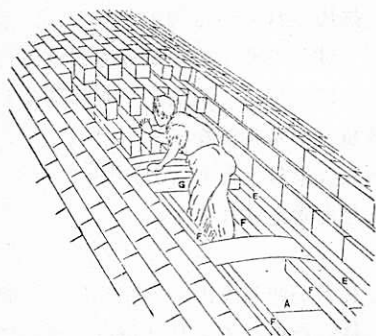

図5 トンネルアーチ部分の煉瓦積み
しかし、トンネルやアーチ橋のアーチ部分のみは、ごく一部の例外を除いて基本的に長手積みが用いられており、稀れにトンネルの側壁部分も長手積みで仕上げられています。アーチ部分に長手積みが徹底して用いられる理由としては、①図5のように狭隘な場所